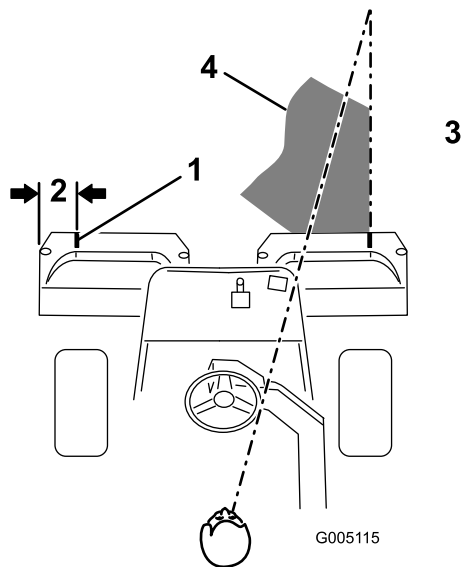
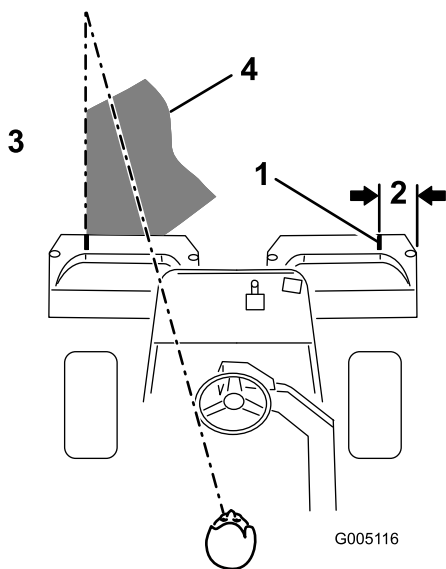

Figura 29
Figura 30
- Coloque un trozo de cinta blanca o pinte una raya en cada recogedor, paralelo al borde exterior de cada uno (Figura 29).
- Debe haber un solape mínimo con las pasadas anteriores. Para ayudar a mantener una línea recta a través del green y mantener la máquina a la misma distancia de la pasada anterior, establezca una línea imaginaria aproximadamente de 1,8 a 3 m por delante de la máquina hasta el extremo de la parte no segada del green (Figura 29 y Figura 30). Puede ser útil incluir el borde exterior del volante como parte de la línea imaginaria, es decir, mantener el borde del volante alineado con un punto que se mantiene siempre a la misma distancia de la parte delantera de la máquina (Figura 29 y Figura 30).